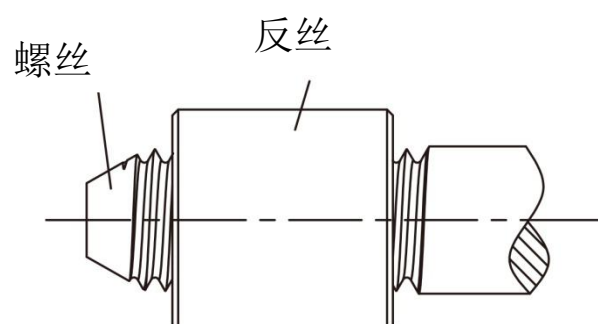

图 2
- 2) 如图 2 所示，套入反丝时，保留两到三圈螺纹余裕。